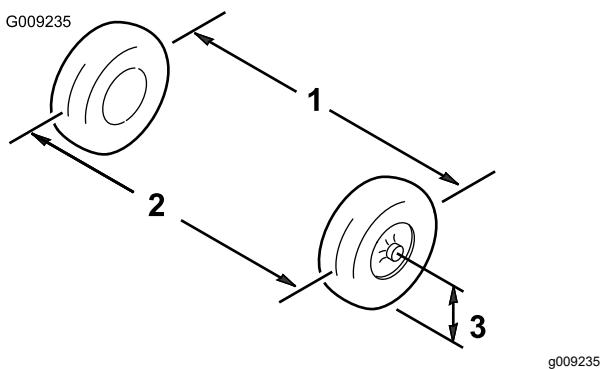

Figure 114
- Mesurez la distance entre les roues avant à hauteur d'essieu, à l'avant et à l'arrière des roues (Figure 114).